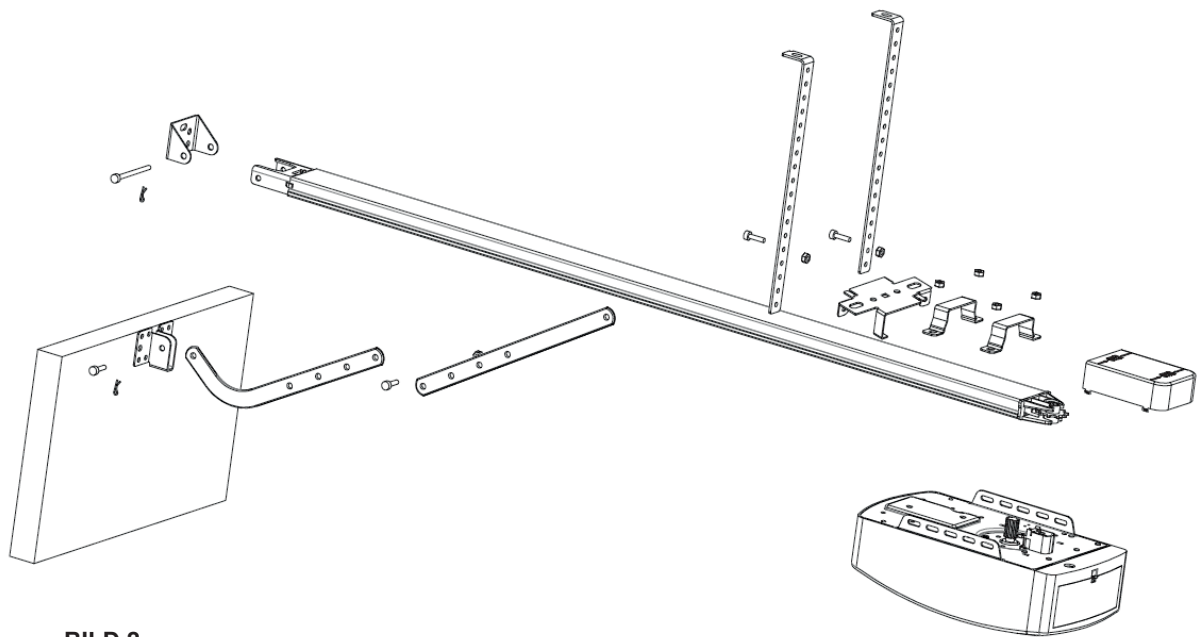
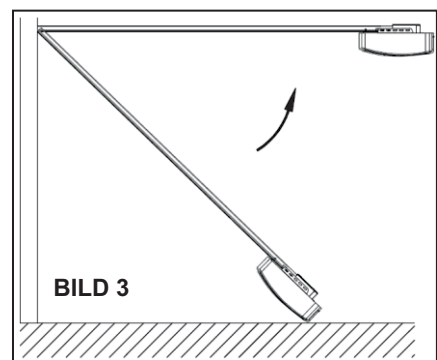

BILD 2
BILD 3
SCHRITT 1 (Bild 2)
SCHRITT 2 (Bild 2)
SCHRITT 3 (Bild 2, Bild 3)
SCHRITT 4 (Bild 2, Bild 4)